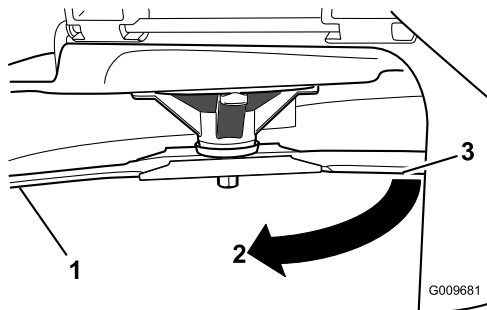

**Figura 49**
5. Mida desde la punta de la cuchilla hasta la superficie plana (Figura 49).